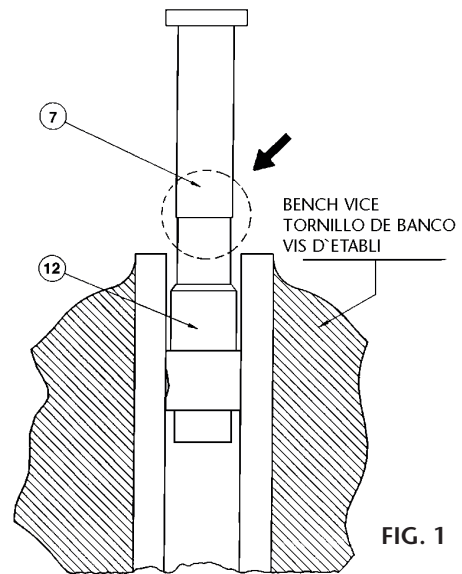

FIG. 1
Hold the upper semibody (12) with a bench vice (fig. 1) placing in the outlet connector seat a bar which would prevent the piece from swivelling between the vice jaws.
Unscrew the lower semibody with a STILSON wrench (apply at point indicated in fig. 1).
Apriete el semicuerpo superior (12) con un tornillo de banco (fig. 1), colocando en el alojamiento del racor de salida una varilla que impida el giro de la pieza en las mordazas del tornillo.
Desenrosque el semicuerpo inferior aplicando una llave STILSON (justo en el punto indicado en la fig. 1).
Serrer le semicorps supérieur (12) avec une vis d'établi, fig. 1 en plaçant dans le logement du raccord de sortie une tige qui empêchera la pièce de tourner entre les dents de la vis. Dévisser le semicorps inférieur en utilisant une clef STILSON (juste à la hauteur du point indiqué en fig.1).
Spannen Sie den oberen Halbkörper (12) in einen Schraubstock ein (fig. 1), wobei Sie einen dünnen Stab in dem Sitz des Ausströmstutzens anbringen, der es verhindert, dass sich die Teile in den Spannbacken des Schraubstocks drehen. Schrauben Sie den unteren Halbkörper unter Verwendung eines STILSON -Schlüssels (genau an dem angezeigten Punkt der fig. 1 ab).